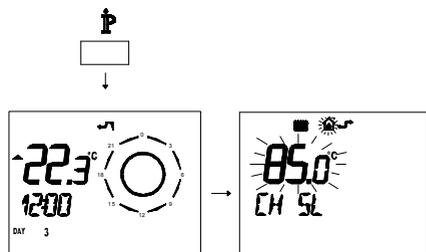

Figura 5.85
- Premere per più di 3 secondi il pulsante \dot{P} per entrare in modalità *INFO* (Figura 5.85).